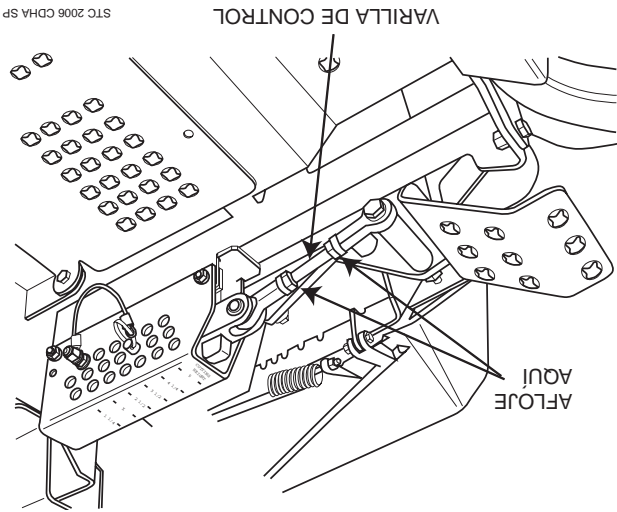
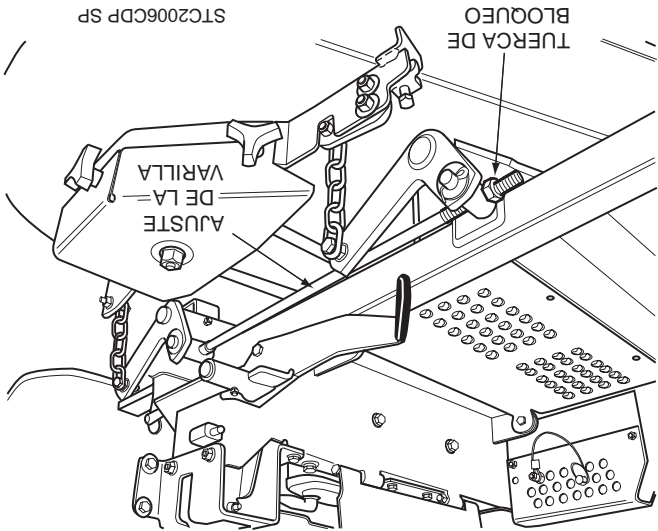

Figura 6-6. Ajuste de la altura de la plataforma
Figura 6-7. Tope de la plataforma de corte
1. Coloque la plataforma de corte en posición de transporte. Afloje las contratuercas en ambos extremos de la varilla de control de la altura de la plataforma. (Vea la Figura 6-6).
2. Gire la varilla de control (Vea la Figura 6-6) hasta que haya un espacio de 1/4" entre el tope posterior de la plataforma y la parte superior de la plataforma de corte. (Vea la Figura 6-7). Apriete las contratuercas en la varilla de control.
4. Verifique la medida desde el suelo hasta la punta de la cuchilla de corte. Si la medida no se encuentra en 3", puede realizarse un ajuste utilizando la varilla de control de altura de la plataforma. (Vea la Figura 6-6).